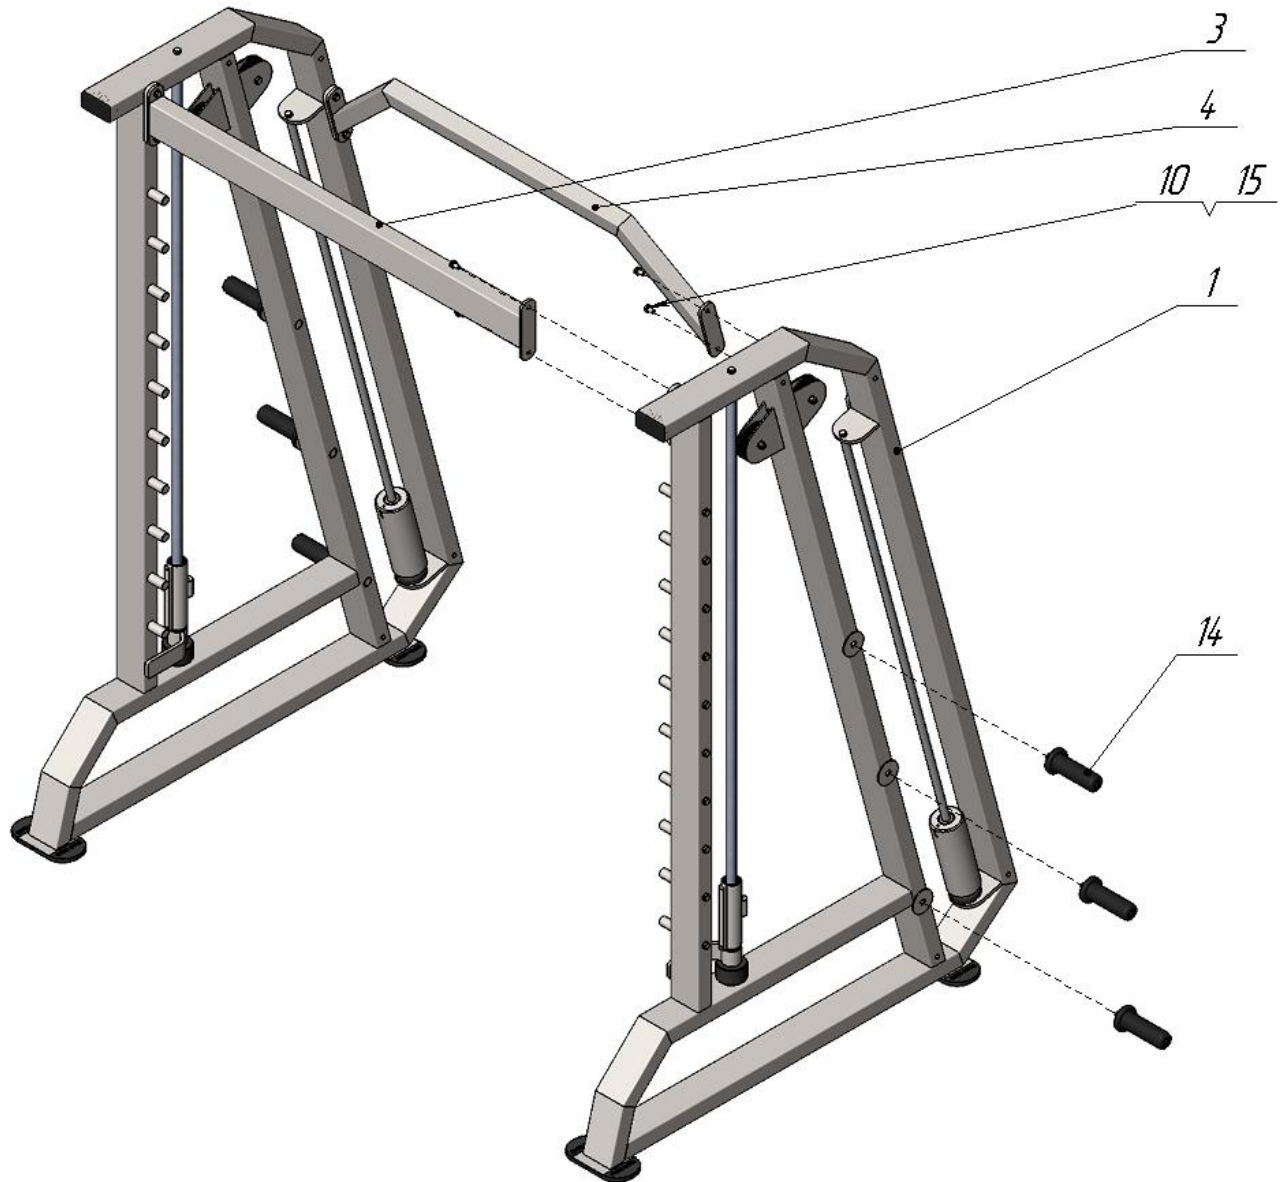

Рис.1
1. К раме справа (1) прикрутите накопитель для дисков (9). Аналогичные действия повторите с другой рамой. Затем скрутите между собой обе рамы перемычками (3,4) и комплектом крепежа: болт M10x20 (10), шайба D10 (15) (рис.1).